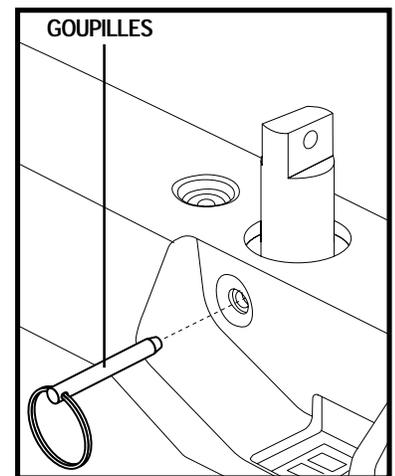

Figure 21. Support de siège
7. Retirez les goupilles de chaque tourelle de siège tel que montré à la figure 21.